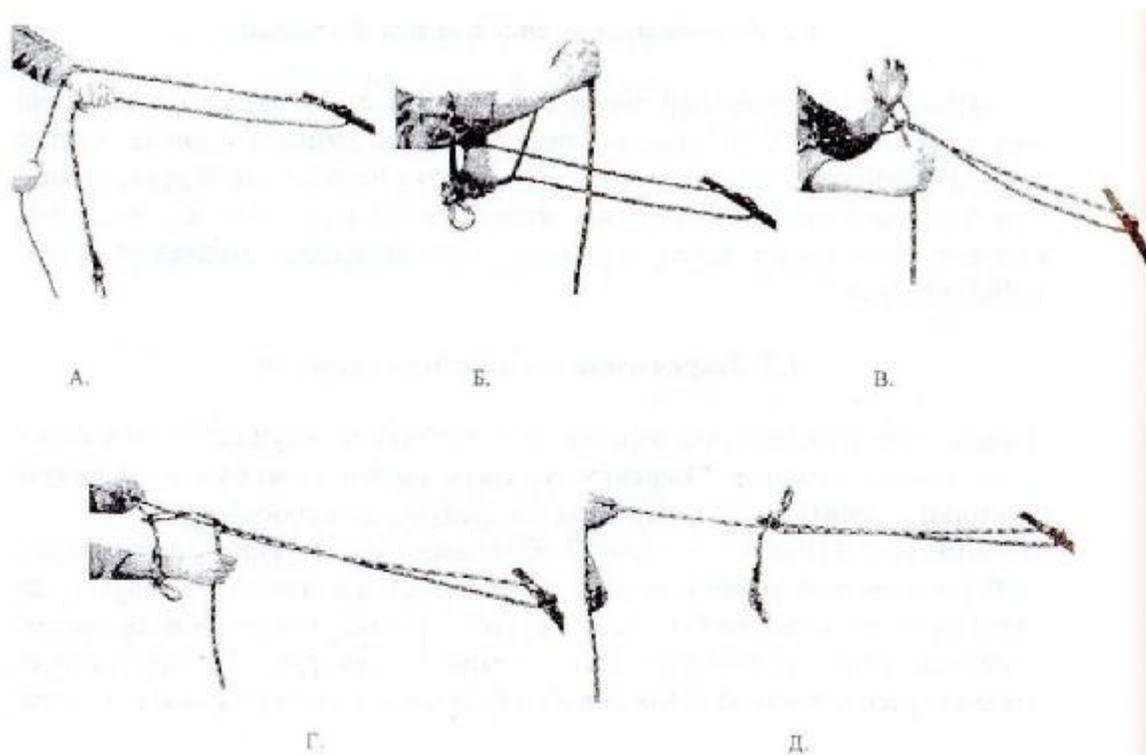

Рис. 7 Закрепление спасательной веревки вторым способом
*Второй способ* (Рис.7): пожарный обматывает веревкой конструкцию одним оборотом, берет длинный конец веревки в правую руку, а короткий - в левую